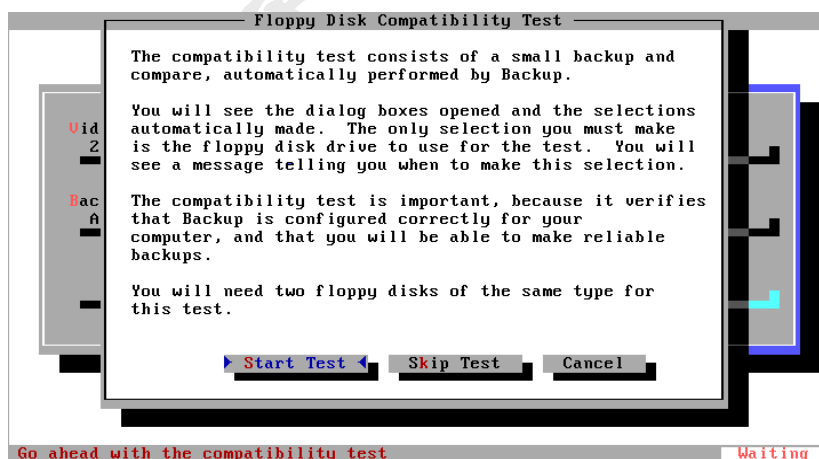

图 7-6 测试软盘兼容性准备框
4) 选择 OK 后, MSBACKUP 开始测试 CPU, 硬盘, 然后测试软盘的兼容性。软盘的兼容性测试, 主要用于测试用户所做的上述设置是否正确, 以便增强备份的可靠性。在测试软盘的兼容性之前, 首先弹出一个对话框, 如图 7-6 所示。对话框中提示用户准备两张软盘。此时按下 Start Test 按钮即可开始检测。